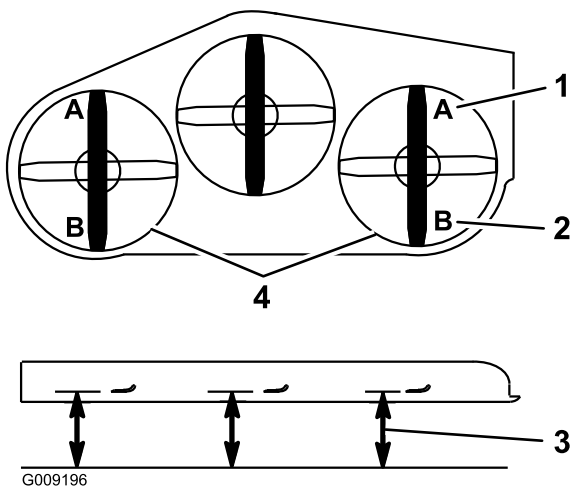

Figura 88
9. En ambos lados de la carcasa, mida desde la superficie nivelada hasta la punta delantera de la cuchilla (Posición A). La medida debe ser de 7.6 cm (3 pulg.) (Figura 88).
- En ambos lados de la carcasa, mida desde la superficie nivelada hasta la punta trasera de la cuchilla (Posición B). La medida debe ser de 8.3 cm (3-1/4 pulg.) (Figura 88).